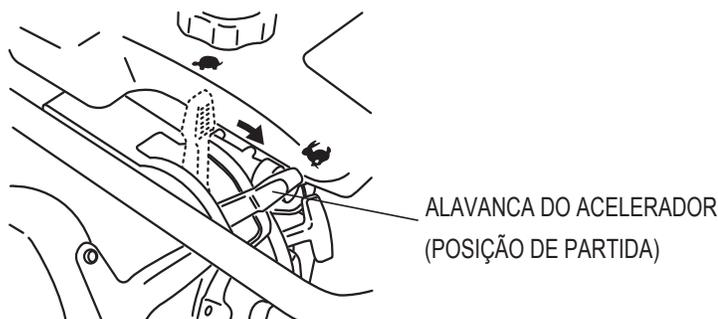

Figura 8. Alavanca do acelerador (Posição de partida)
1. Para acionar o compactador de percussão, mova a alavanca do acelerador (Figura 8) **rapidamente** da posição de **PONTO MORTO** para a posição de **PARTIDA** (↖). **NÃO** mova a alavanca do acelerador devagar pois isso pode danificar a embreagem ou a mola.